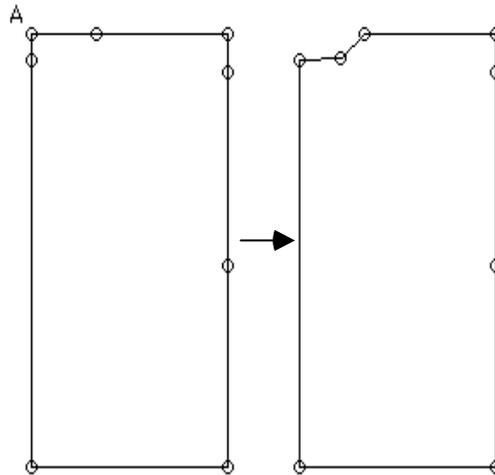

Figura 2-3.
11. Mueva el punto A como lo muestra la Figura 2-3.